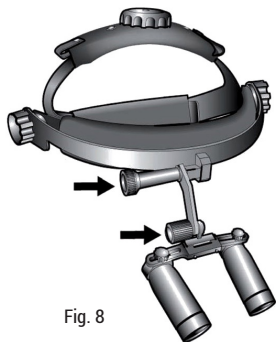

Fig. 8
- Placera teleskopen i en ungefärligt korrekt position framför dina ögon. Lossa lätt på båda justeringsreglagen så att teleskopen lätt kan flyttas. Rikta in varje teleskop vertikalt. (Fig. 8).